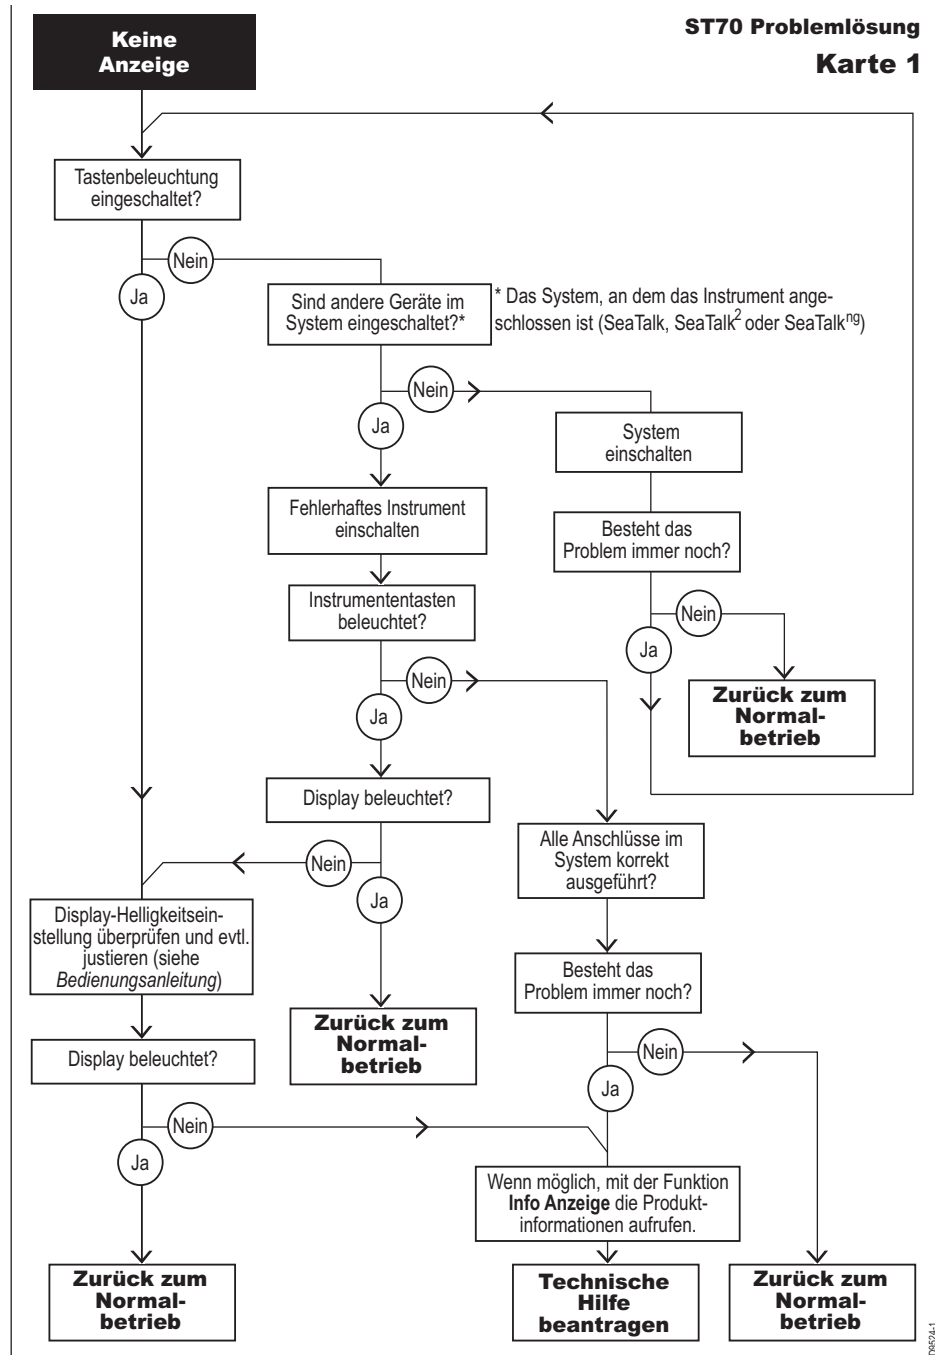

Abb. 4-1 ST70 Problemlösung – Karte 1
- Auf der Anzeige ist nichts zu sehen – siehe *Abb. 4-1* auf Seite 31